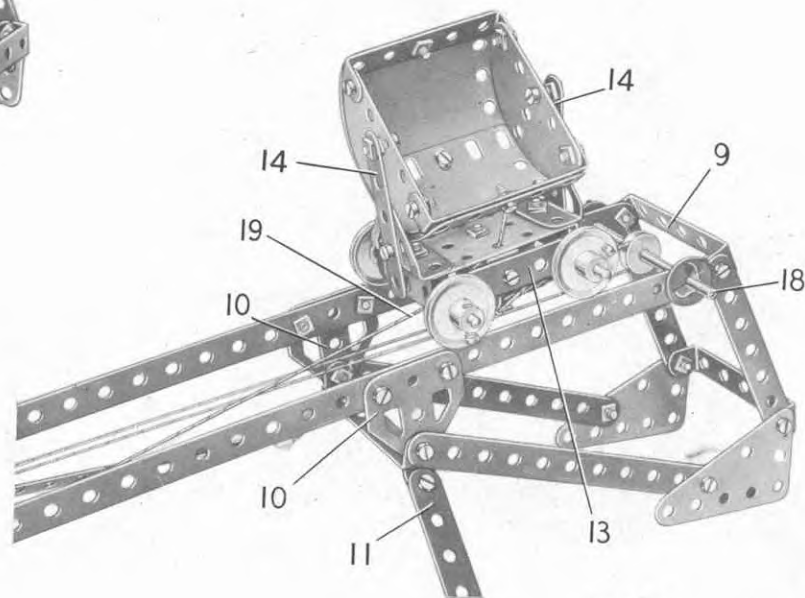

Fig. 4.34b
Une plaque à rebords de 6×4 cm. sert de base au chariot basculant. Une bande de 5 trous (13) est fixée de chaque côté par une bande coudée de 38×12 mm. (fig. 4.34b). Les bandes de 5 trous servent de support à deux tringles de 9 cm. qui portent des poulies de 25 mm. Les extrémités de la benne sont des plaques semi-circulaires réunies par deux bandes coudées de 60×12 mm. Les deux plaques cintrées de 43 mm. de rayon qui forment le fond et les côtés de la benne sont boulonnées sur les bandes coudées.
La corde (19) (fig. 4.34b) commande le déchargement du chariot. Cette corde est attachée à une bande coudée (20) et passe dans un trou de la base du chariot. Elle est reliée à l'un des côtés de la benne. La longueur de cette corde doit être ajustée de façon que la benne bascule l'extrémité des rails.